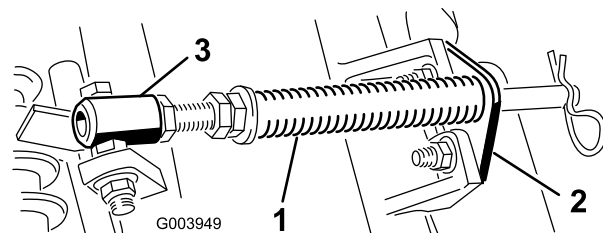

Figure 5
- A. Retirez les 2 boulons de carrosserie et les écrous qui fixent le support de tige aux pattes du plateau de coupe (Figure 5).
- B. Retirez l'écrou à embase qui fixe le boulon du tube de ressort à la patte du bâti porteur (Figure 5). Déposez le tout.